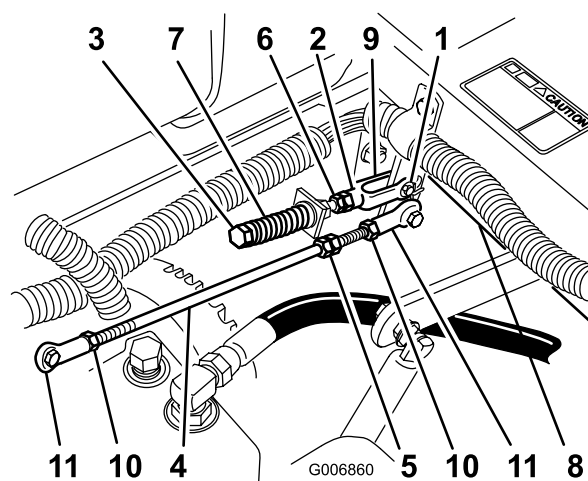

Figura 63
- Afloje las contratuercas de la articulación esférica de la varilla de control de la bomba (Figura 63).
- Ajuste la longitud de la varilla de la bomba girando las tuercas dobles de la varilla, en el sentido apropiado, hasta que la rueda quede estacionaria o se mueva muy lentamente en marcha atrás (Figura 63).
- Apriete las contratuercas de las articulaciones esféricas (Figura 63).